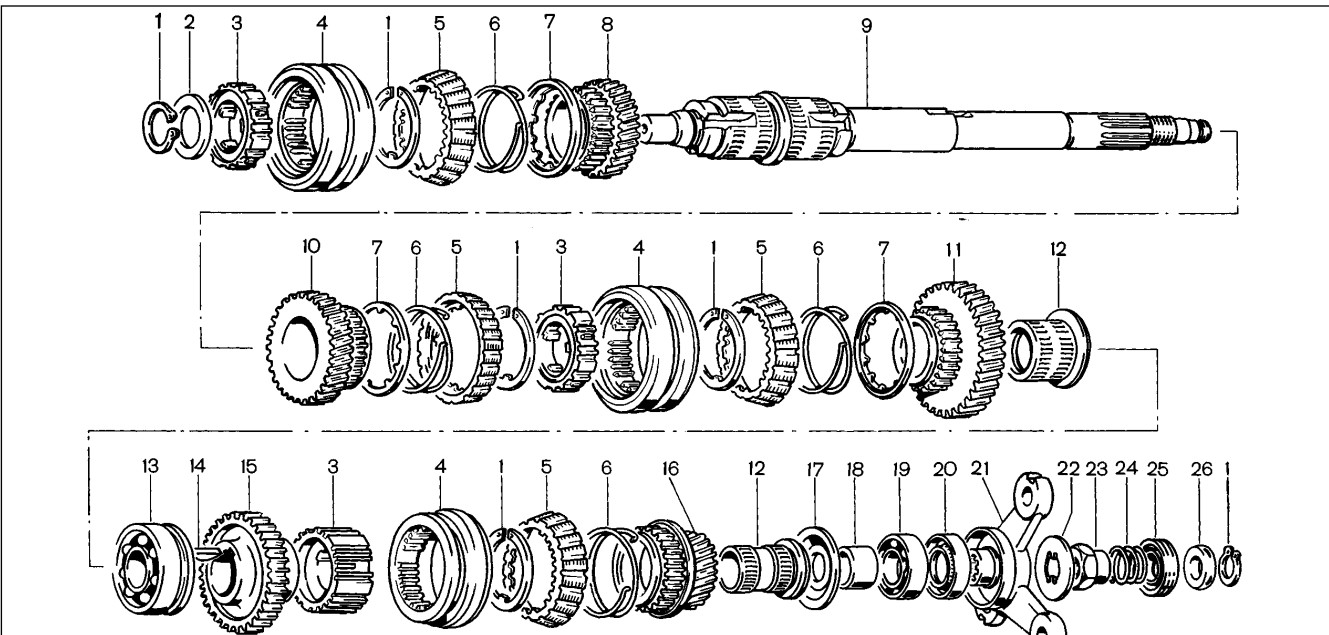

Fig. 3-31. Eléments de l'arbre secondaire:
- la douille de centrage en caoutchouc est installée au lieu de la bague métallique de centrage 26 (fig. 3-31) et de l'anneau d'arrêt 1;
Détacher l'arbre secondaire (fig. 3-31):